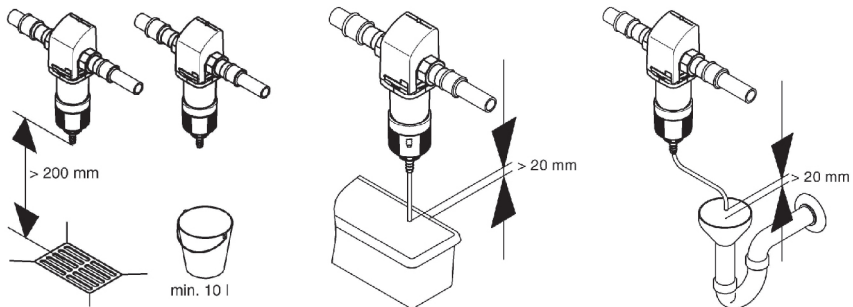

Figure 11. Possibilités d'évacuation de l'eau de rétrolavage
L'eau de rétrolavage exige un écoulement d'eau chargée suffisamment dimensionné (par exemple évacuation au sol) selon DIN 1986. En l'absence d'un raccordement aux égouts, vous pouvez utiliser un seau de taille appropriée (cf. Figure 11).
- Si le seau est rempli à moitié, il faut achever l'opération de rétrolavage. Sinon, le seau risque de déborder. C'est pourquoi il faut que le seau soit suffisamment dimensionné (cf. Figure 11) et le rétrolavage devrait être réalisé rapidement.